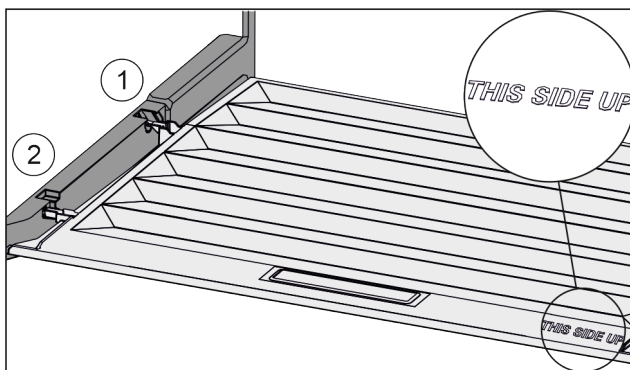

Fig. 158
- ▶ Deckelstege über Öffnung der hinteren Halterung Fig. 158 (1) einführen und vorne in Halterung Fig. 158 (2) einrasten.